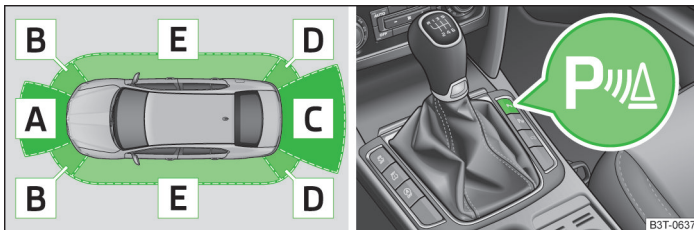

Abb. 136 Einparkhilfe: Reichweite der Sensoren / Taste der Einparkhilfe bei Fahrzeugen mit Sensoren hinten und vorn
- Wenn nach Aktivierung des Systems etwa 3 Sekunden lang ein Warnton ertönt und sich in der Fahrzeugnähe kein Hindernis befindet, dann liegt ein Systemfehler vor. Der Fehler wird zusätzlich durch das Blinken des Symbols  in der Taste  **Abb. 136** auf Seite 155 signalisiert. Den Fehler von einem Fachbetrieb beheben lassen.
Bereich » Abb. 136	Reichweite der Sensoren a)
Das System wird automatisch beim Einlegen des **Rückwärtsgangs** oder durch Drücken der Symboltaste **P** » Abb. 136 aktiviert. In der Taste leuchtet das Symbol **P** auf, die Aktivierung wird durch ein kurzes akustisches Signal bestätigt.
Bei Fahrzeugen mit werkseitig eingebauter Anhängervorrichtung sind bei Anhängerbetrieb nur die Bereiche **A** und **B** » Abb. 136 des Systems aktiv. ■